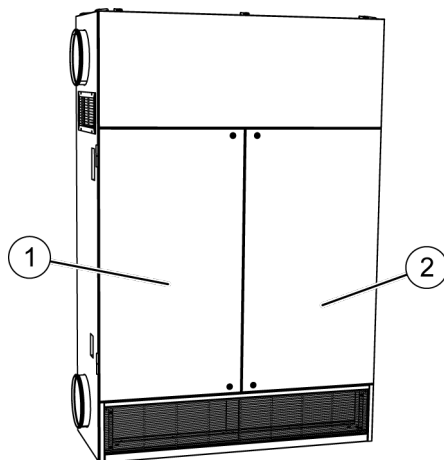

Abb. 110: Türen
- 12.** ➤ Türen (Abb. 110/1 und 2) verschließen.